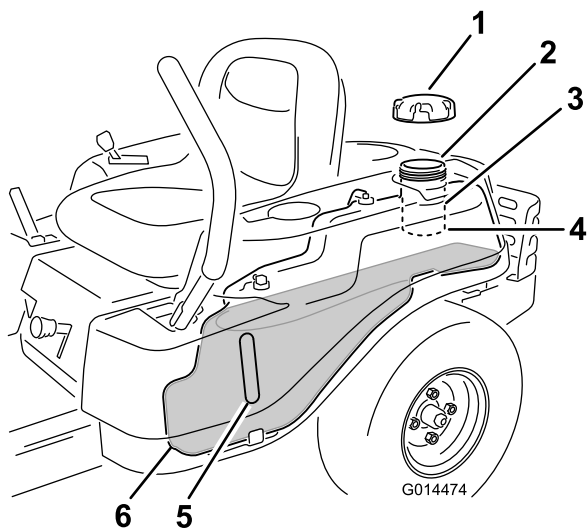

Figure 8
Remarque: Vous pouvez utiliser le regard sur le réservoir de carburant pour vérifier la présence d'essence avant de faire le plein (Figure 8).
2. Versez **lentement** de l'essence jusqu'à ce que le niveau atteigne la base du goulot de remplissage (Figure 8).